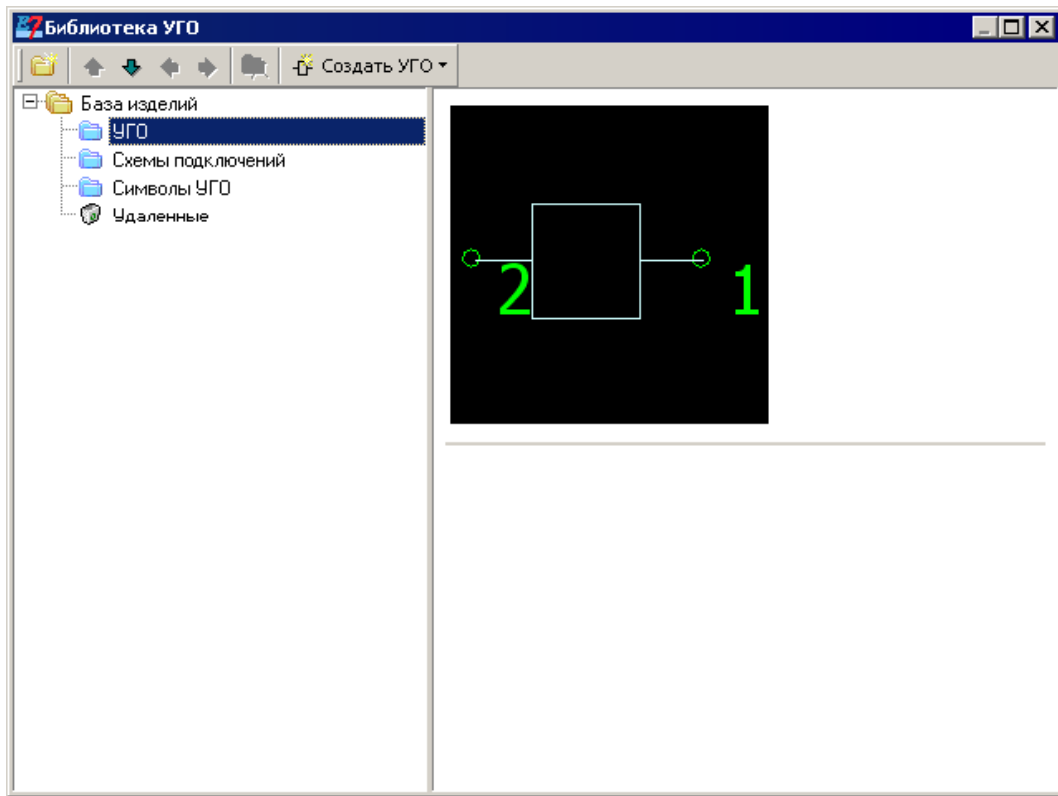

Рис. 25. Одно УГО в библиотеке
- По завершению всех установок надо нажать Ок. Закроется окошко. Далее можно закрыть и файл AutoCAD, при этом файл сохранять не надо, данный УГО уже сохранён в базе покупных изделий в библиотеке УГО (Рис. 25).